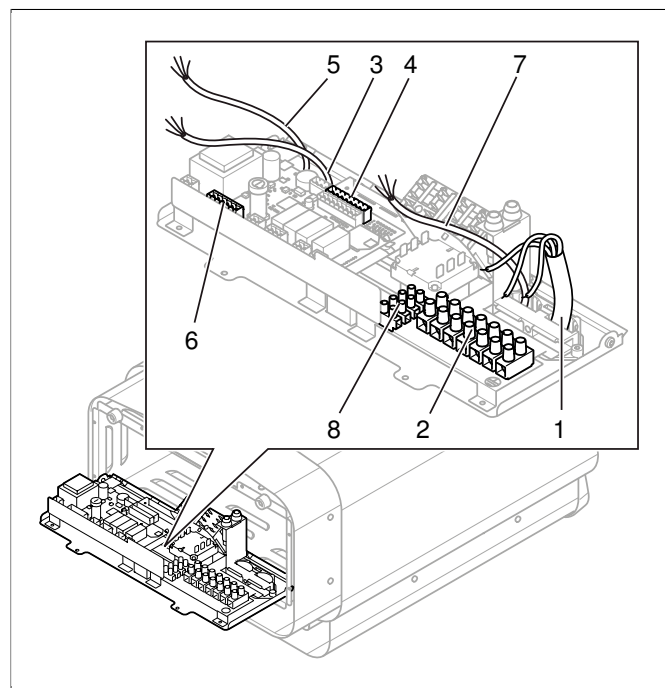
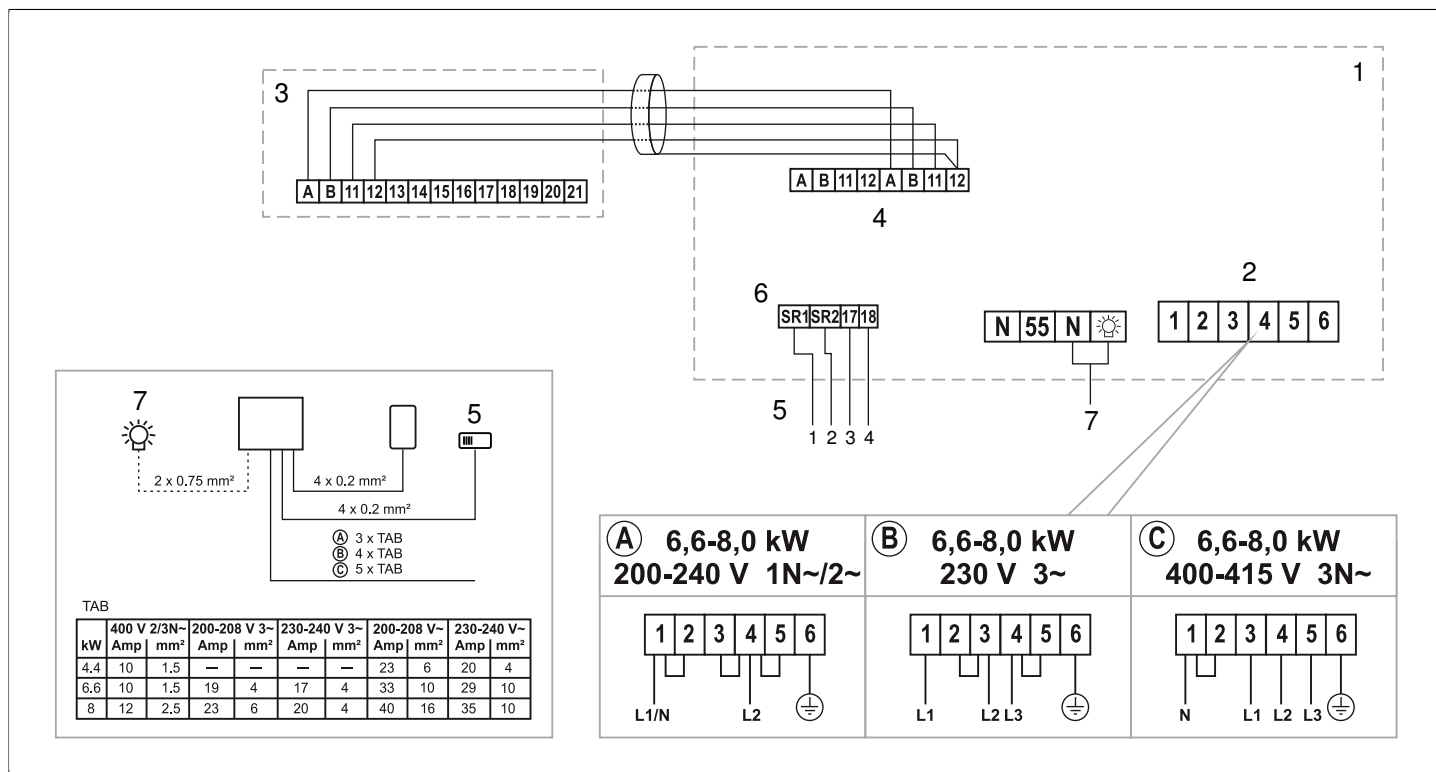

Fig 9: Carte électronique
Fig 19: Schéma de raccordement
Raccorder le câble électrique (1) au rack (2 (cf. **Fig 9**, page 5) selon schéma de raccordement (cf. Le paragraphe **Schéma de raccordement**, page 9).
4. Raccorder le câble du panneau de commande (3) dans racks(4) (cf. **Fig 9**, page 5) en suivant le schéma de raccordement (cf. Le paragraphe **Schéma de raccordement**, page 9).
5. Raccorder le câble du capteur (5) au rack (6) (cf. Le paragraphe **Schéma de raccordement**, page 9) en suivant le schéma de raccordement (cf. Le paragraphe **Schéma de raccordement**, page 9).
6. Raccorder le cas échéant le câble de l'éclairage (7) voir **Fig 9**, page 5 au rack (8) en suivant le schéma de raccordement **Fig 19**, page 9.
Pour le raccordement à des tensions ou d'un nombre de phases ne figurant pas sur le schéma **Fig 19**, page 9, contacter le service de maintenance Tylö.